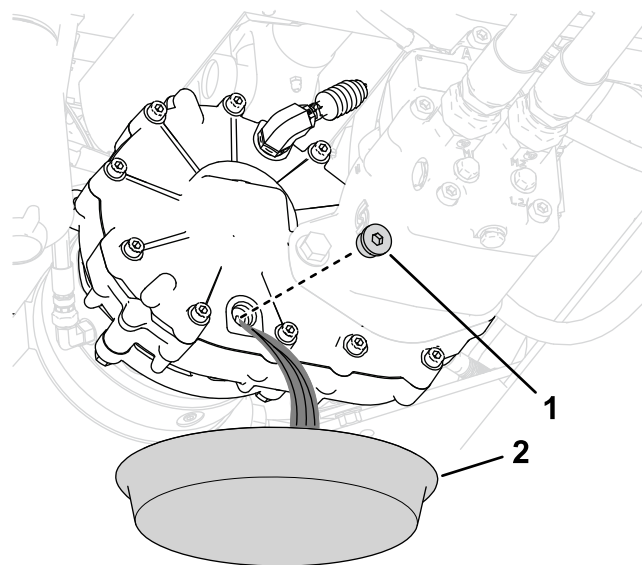

Figure 115
3. Retirez le bouchon de l'orifice de vidange (Figure 115) et vidangez complètement l'huile de la boîte d'engrenages.